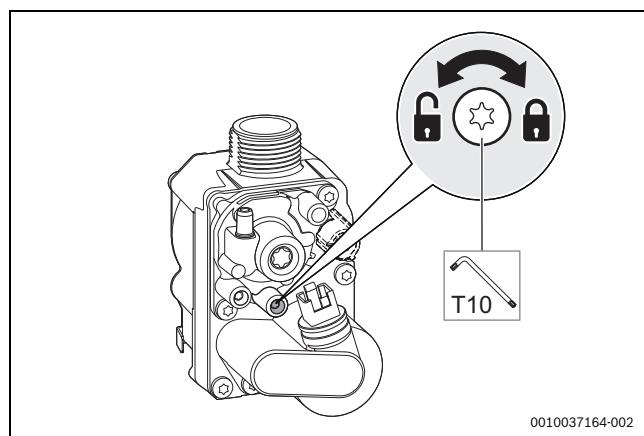

Bild 134 Gas-Anschlussdruck messen
- Schraube am Messstutzen für den Gas-Anschlussdruck 2 Umdrehungen lösen (→ Bild 134).